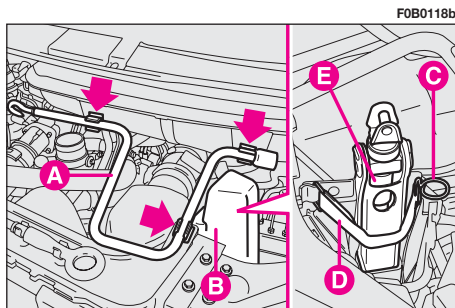

fig. 3
5) Prelevare la leva di azionamento **A**-fig. 3.